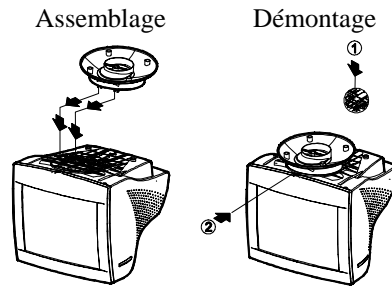

Figure 1 Installer et Retirer la Base Pivotante
- Posez avec précaution le moniteur sur un de ses côtés ou mettez-le à l'envers. ( Voir figure 1 )